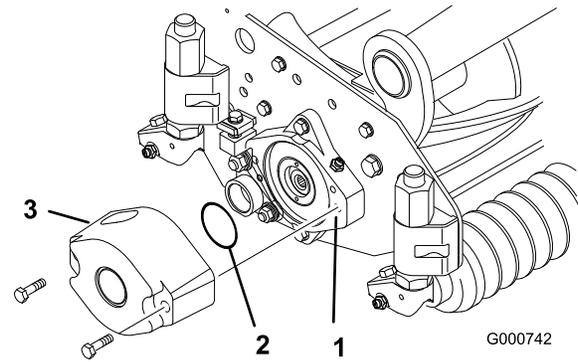
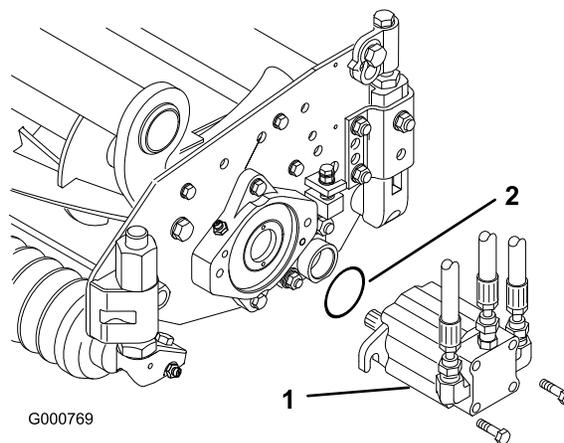

Figure 4
Figure 7
- Lubrifiez et montez un grand joint torique dans la rainure du logement de roulement à chaque extrémité du plateau de coupe (Figure 4 et Figure 7).
- Fixez un contrepoids sur l'extrémité appropriée de chaque plateau de coupe au moyen des vis fournies (Figure 4).
13. Montez le moteur du côté entraînement du plateau de coupe et fixez-le avec deux vis d'assemblage fournies (Figure 7).